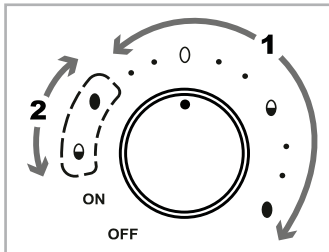

Fig. 1
- 1) Gire el regulador giratorio ⑦ hasta ajustarlo en la posición que se corresponda con el nivel de cocción deseado para los huevos. Utilice el rango de ajuste "1" (consulte la fig. 1) con los símbolos y los puntos correspondientes colocados delante:
Para el primer proceso de cocción, utilice el rango de ajuste "1" con los símbolos y los puntos correspondientes colocados delante. Para el segundo proceso de cocción, utilice el rango de ajuste "2" con los símbolos que aparecen rodeados (consulte la fig. 1).
- 2) Ajuste el regulador giratorio ⑦ en la posición que se corresponda con un nivel de cocción inferior para los huevos que deban quedar menos cocidos (utilice el rango de ajuste "1"; consulte la fig. 1). Tras esto, el piloto de control ⑧ se ilumina y se inicia el proceso de cocción.
- 3) Cuando los huevos hayan alcanzado el primer nivel de cocción en el que queden menos cocidos, se emitirá una señal acústica. Gire el regulador giratorio ⑦ hasta ajustarlo en la posición "OFF" para apagar el aparato. Tras esto, el piloto de control ⑧ se apaga.
- 4) A continuación, retire la tapa ② y extraiga cuidadosamente los huevos que deban quedar menos cocidos.
- 5) Vuelva a colocar la tapa ② y gire el regulador giratorio ⑦ hasta ajustarlo en la posición de los símbolos rodeados (rango de ajuste "2", consulte la fig. 1) que se corresponda con el nivel de cocción deseado para los huevos restantes: